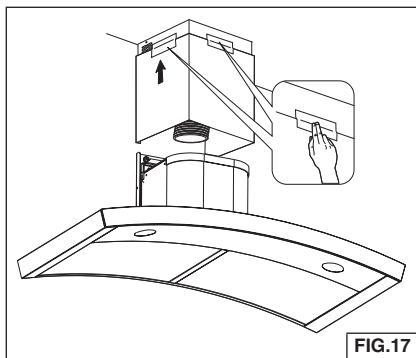

FIG.17
- Fije el conducto de humo superior e inferior con cinta adhesiva de manera temporal, como se muestra. Fig. 17.